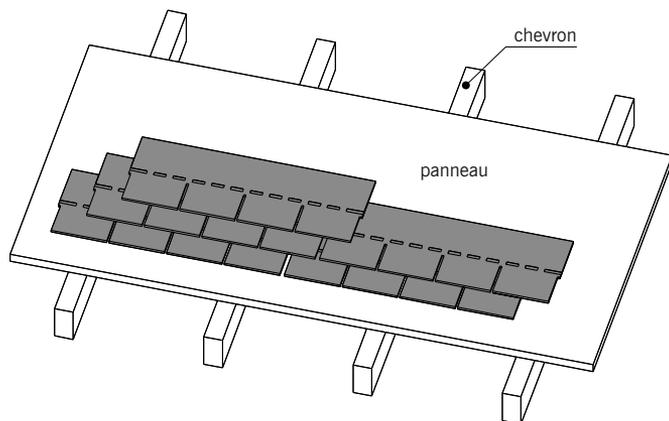

fig. 7.34
- La pose sur support continu dite **pose à l'américaine** (fig. 7.34) : le support peut être constitué de voliges, de panneaux de particules ou de contreplaqué, de panneaux sandwich. La fixation du bardeau sur le support s'effectue par clouage ou agrafage. Le collage des jupes entre elles se fait par des points thermocollants.